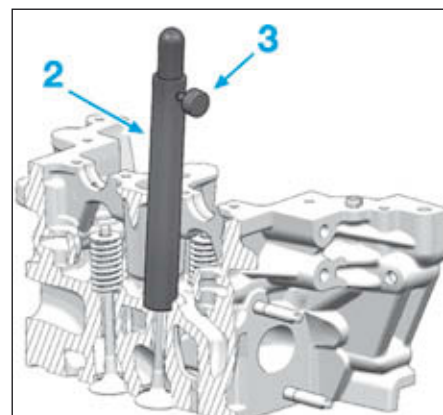

FIG.48
- Placer le tube guide (2) de l'outil [1] sur la tige de poussée jusqu'au contact de la culasse.
- Bloquer la tige de poussée à l'aide de la molette (3) (Fig.48).